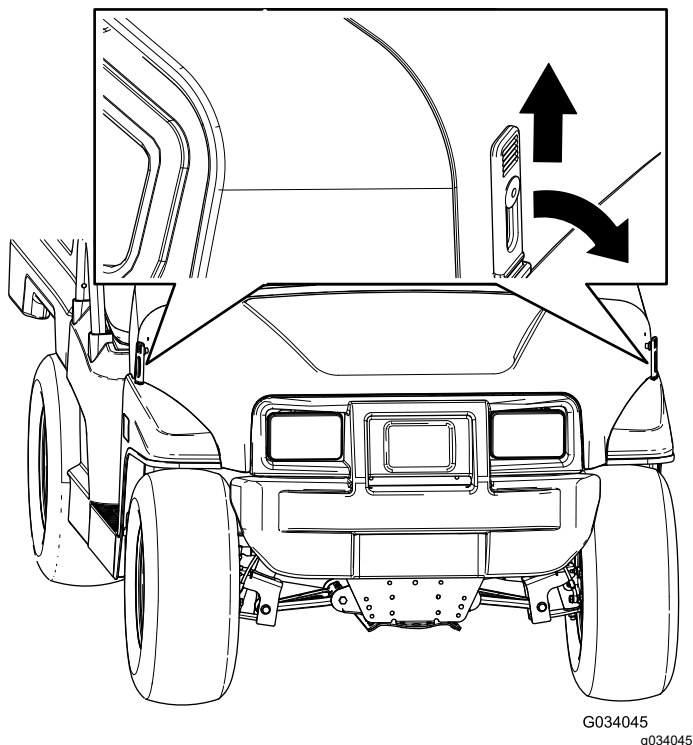

Figura 26
1. Ridicăți mânerul clișeilor din cauciuc de pe fiecare parte a capotei. (Figura 26).
2. Fixați capota prin alinierea clișeilor din cauciuc pe ancorele de blocare de pe fiecare parte a capotei. (Figura 26).